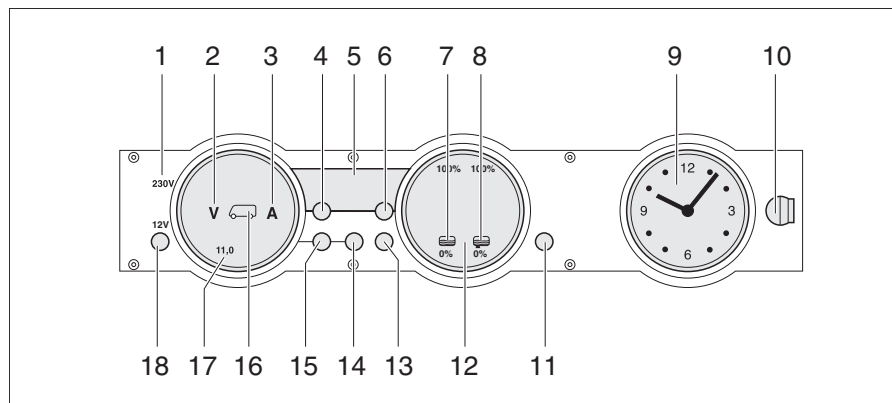

Fig. 270 Panneau de contrôle MP 20-T
Le voyant de contrôle 230 V (Fig. 270,1) s'allume si l'arrivée du bloc électrique est sous tension de réseau.
L'interrupteur principal 12 V (Fig. 270,18) établit ou coupe le panneau de contrôle et l'alimentation 12 V de la cellule.
- Appuyer brièvement sur la touche "12 V" (Fig. 270,18). L'alimentation 12 V de la cellule est assurée. L'indicateur de contrôle "12 V" s'allume.
- ▷ La tension de la batterie de cellule est trop faible quand les DEL "11,0" de l'affichage en Volt et le symbole Volt "V" (Fig. 270,2) clignotent dans l'indicateur des batteries (Fig. 270,17) après la mise sous tension. Charger la batterie.
- ▷ La coupure de batterie est active quand l'indicateur de contrôle "12 V", le symbole de la batterie de cellule (Fig. 270,16) et le symbole Volt "V" (Fig. 270,2) clignotent trois fois après la mise sous tension. Désactiver la coupure de batterie.
- Appuyer brièvement sur la touche "12 V" (Fig. 270,18). L'alimentation 12 V de la cellule est coupée. L'indicateur de contrôle "12 V" s'éteint.
- Appuyer sur la touche batterie de cellule (Fig. 270,14) et la maintenir enfoncée pendant 10 secondes environ. Les symboles Volt "V" (Fig. 270,2) et Ampères "A" (Fig. 270,3) clignotent trois fois. La batterie de cellule est coupée du réseau de bord de 12 V.
- Appuyer sur la touche "12 V" (Fig. 270,18) et la maintenir enfoncée pendant 5 secondes environ. Le symbole Volt "V" (Fig. 270,2) clignote trois fois. La batterie de cellule est branché au réseau de bord 12 V. L'indicateur de contrôle s'allume au bout d'env. 2 secondes.
- Appuyer sur la touche de la batterie de cellule "🔋" (Fig. 270,14). Le symbole Volt "V" (Fig. 270,2) s'allume. Le symbole Ampères "A" est, suivant son niveau de charge, blanc ou rouge. La tension de la batterie et le courant de la batterie de cellule sont affichés au moyens de DEL à l'intérieur de l'indicateur.
- Appuyer sur la touche de la batterie de démarrage "🔋" (Fig. 270,15). Le symbole Volt "V" (Fig. 270,2) s'allume. Des DEL à l'intérieur de l'indicateur indiquent la tension de la batterie de démarrage.
- Appuyer sur la touche réservoirs  (Fig. 270,13). Les symboles réservoir d'eau  (Fig. 270,7) et réservoir d'eaux usées  (Fig. 270,8) s'allument. Des DEL à l'intérieur de l'indicateur indiquent le niveau du réservoir d'eau (échelle de gauche) et celui du réservoir d'eaux usées (échelle de droite).
Le symbole Volt "V" (Fig. 270,2) et les DEL "11,0" clignotent dès que la tension de la batterie descend en dessous de 11 V (mesurée en marche) et qu'il y a risque de décharge profonde de la batterie.
Le symbole du réservoir d'eau "☰" (Fig. 270,7) ou celui du réservoir d'eaux usées "☷" (Fig. 270,8) clignote quand le réservoir d'eau est vide ou que le réservoir d'eaux usées est plein.